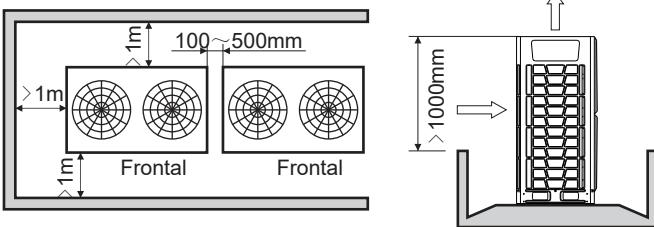

Fig. 3.11 1 rang
3) Lorsque les unités extérieures sont plus hautes que leur environnement et si elles doivent être disposées en rangée, voir Fig.3.11.